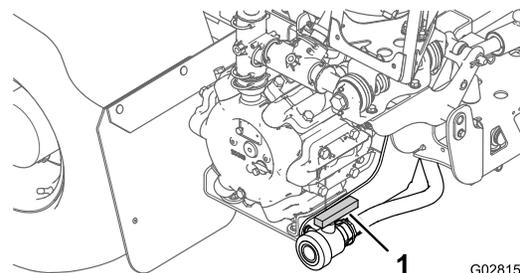

Figura 28
2. Localice la válvula de vaciado del depósito situada en la parte trasera de la máquina (Figura 28).